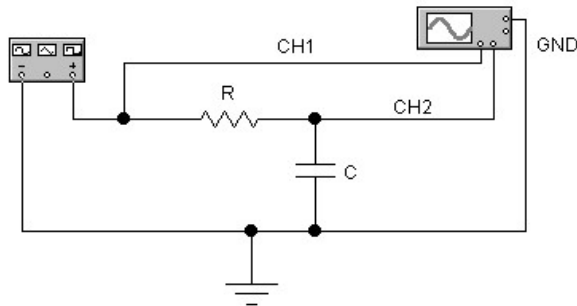

Figura 1: Circuito RC a ser analizado.
3.1 Montar el circuito de la figura 1.